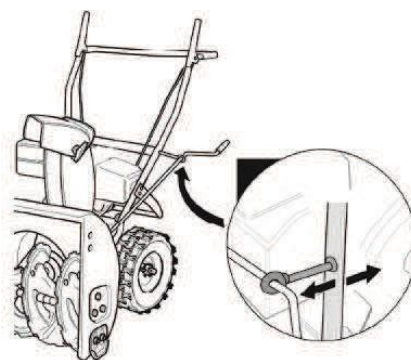

Рис. 4.
- ✓ установите анкерный болт в отверстие на рукоятке управления (см. рис. 4).